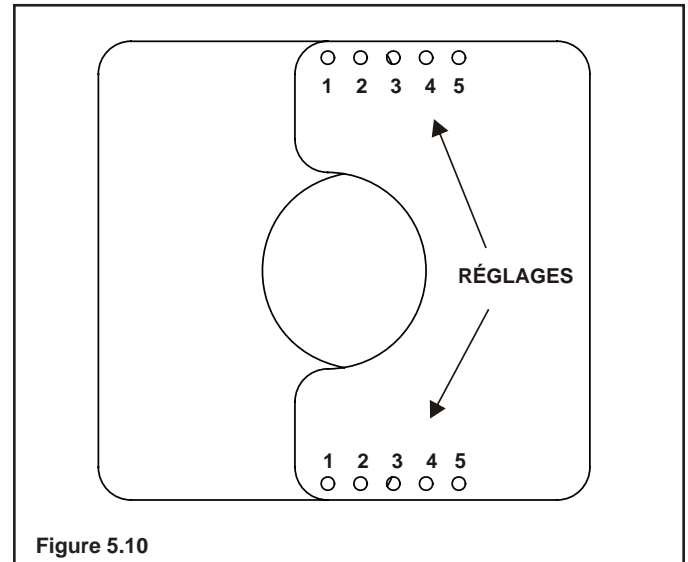

Figure 5.10
4. Centrez le restricteur de conduite de cheminée sur le conduit et fixez le sur place à l'aide de deux vis en métal (voir Figure 5.10).